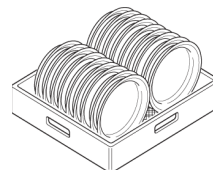

Abb. 22
- 3- Setzen Sie die Teller mit nach vorne gerichteter Vorderseite ein. (Abb. 22)